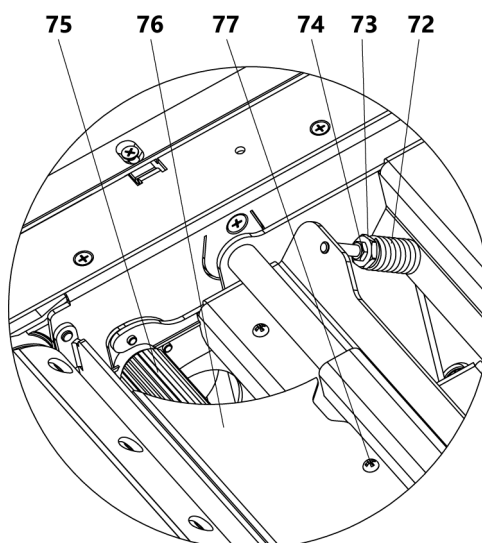

Рисунок 24. Регулировка пружин протяжных валов
- освободить контргайку 74 (рис. 24);
Для очистки подающего протяжного вала 75 (рис. 24), необходимо снять защитный кожух 76, открутив винты 77.